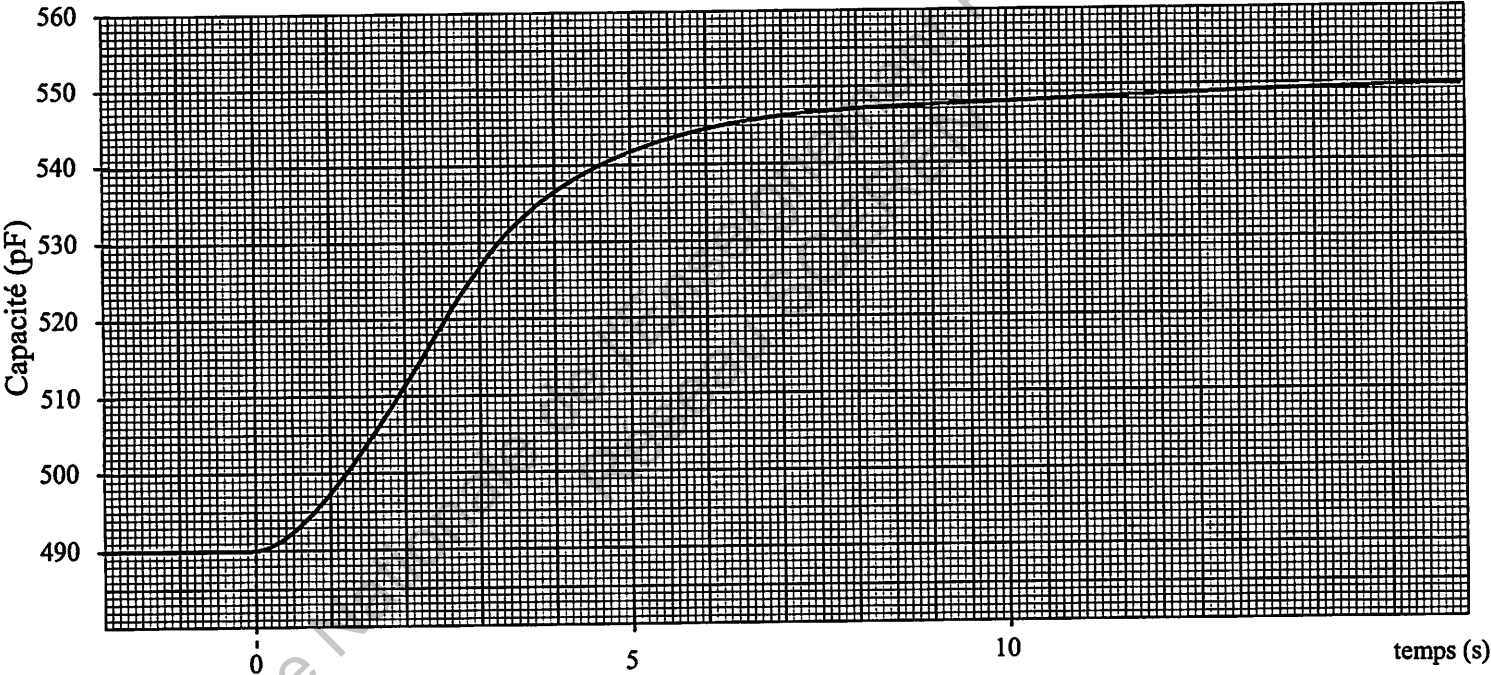

Figure 10
3. La courbe de réponse du capteur à un échelon d'humidité relative est donnée sur la figure 10 du document, réponse 5. Le temps de réponse à 95 % est le temps nécessaire à la valeur de la capacité pour varier de 95% de l'écart entre sa valeur initiale et sa valeur finale, à partir de la valeur initiale.